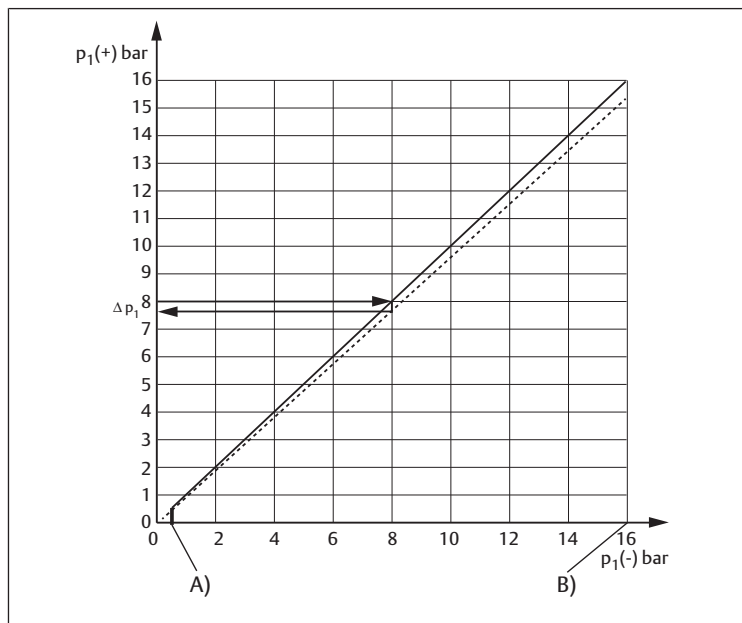

Fig. 9: curva característica de presión diferencial de conexión (0,2 – 16 bar)
- Entre 0,2 bar y 16 bar (rango de presión de conexión mín. 0,2 bar descendente, 0,5 bar ascendente) (véase → Fig. 9)